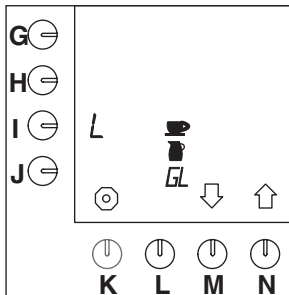

Abb. 31 Wahl der Einheit
- Sie können zwischen folgenden Einheiten wählen: Liter = L, Gallone = G (3,7853 l), Kanne, Tasse (Abb.31).